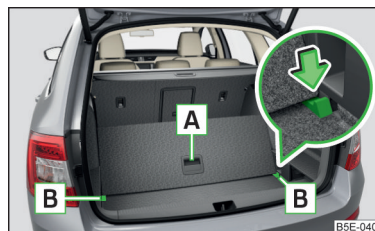

Fig. 143 Dividir el maletero con suelo de carga variable
- Para **dividir**, levantar el suelo de carga variable en el tirador **A** e introducir la rueda trasera del suelo de carga variable en las ranuras **B** en el sentido de la flecha » fig. 143.